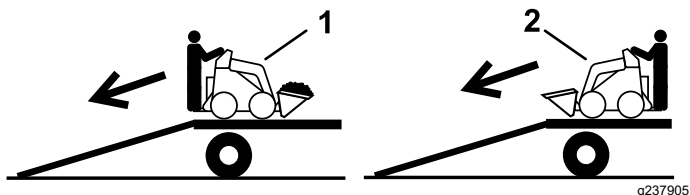

Рисунок 15
2. При выгрузке машины с прицепа по наклонному въезду более тяжелая часть машины должна быть обращена вверх, при этом грузы должны быть опущенными (Рисунок 15).